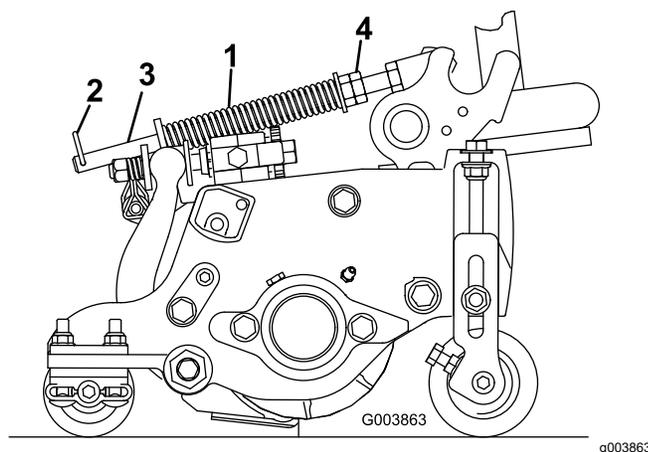

Figura 50
- Serrate i dadi esagonali sul lato anteriore dell'asta della molla, finché la lunghezza compressa della molla non è di 15,9 cm; fate riferimento a Figura 50.
La molla di compensazione per il manto erboso (Figura 50) trasferisce inoltre il peso dal rullo anteriore a quello posteriore. per contribuire a ridurre l'ondulazione del manto erboso, detta anche fluttuazione o bobbing.
- Verificate che la coppiglia sia montata nel foro posteriore dell'asta della molla (Figura 50).